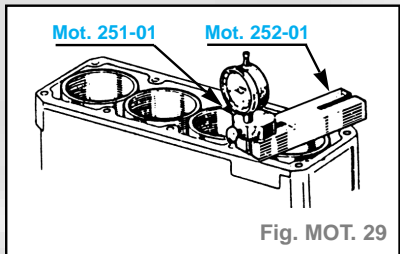

Fig. MOT. 29
- Vérifier le dépassement avec les outils **MOT. 251-01** et **MOT. 252-01** (fig. MOT. 29),